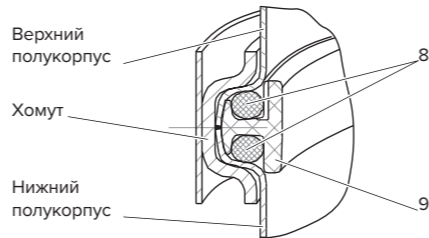

Рис. 3. Разрез по месту соединения корпусов
- отсоедините быстроразъемные соединения (3), отвернув накидные гайки (4);
- открутив гайку-барашек (6), снимите фиксирующую планку (5) с кронштейна (1);
- в случае замены модуля: снимите водоочиститель с кронштейна (1), слейте из водоочистителя излишки воды (около 3 литров);
- поставьте водоочиститель в подходящую емкость и, отвернув ручку (7), снимите крепежный хомут с водоочистителя;
- промойте водой внутренние поверхности полукорпусов, резиновые кольца (8) и пластиковое кольцо (9) при замене модуля (рис. 3);
- соберите водоочиститель, обратив внимание на правильную установку двух колец (8) в кольцо (9) и установку кольца (9) в нижний полукорпус;
- наденьте на полукорпуса хомут и затяните ручку (7) до упора;
- установите собранный водоочиститель на кронштейн (1);
- соберите быстроразъемные соединения (3), завернув до упора накидные гайки (4);
- установите фиксирующую планку (5) на кронштейн (1) и закрутите гайку-барашек (6);